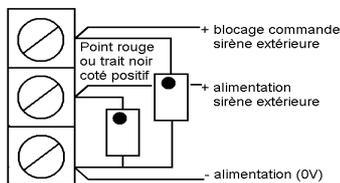

FIGURE 19
- ✓ Sur sirène extérieure ou sur bornier centrale (figure 19)